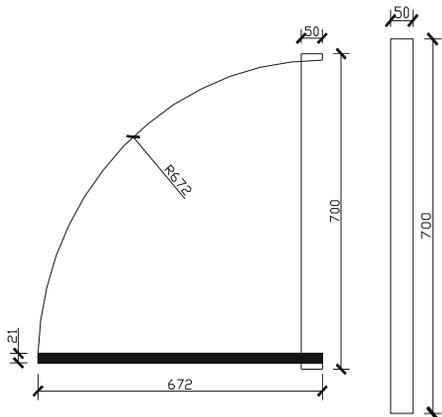

图 9-1-22
1. 绘制如图 9-1-22 所示的单扇门，其操作步骤如下：
**Chapter 9 STEP 06** 使用 MOVE 命令，将被填充过的矩形向上移动 14，其位置如图 9-1-22 所示。